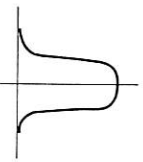
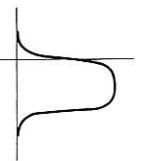
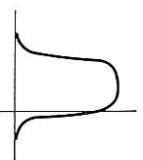

Abb. 4
Abb. 5
Abb. 6
Die Bandbreite einer Kurve kann folgendermaßen ermittelt werden: Bei der Mittenfrequenz  $f_0 = 10,7$  MHz sucht man sich einen Punkt etwa in der Mitte des interessierenden Kurvenstückes und merkt sich dessen horizontale Lage, z. B. die Vertikale des Koordinatenkreuzes des Bildschirms (Abb. 4). Sodann verschiebt man die Endpunkte des interessierenden Kurvenstückes durch Verschieben der Frequenz ⑧ ⑨ in die gemerkte Position, z. B. die Vertikale des Koordinatenkreuzes des Bildschirms, und liest die beiden Frequenzen ab ( $f_1$ ,  $f_2$ ) (Abb. 5, Abb. 6). Die Differenz der beiden Frequenzen ( $f_2 - f_1$ ) ergibt die gesuchte Bandbreite.